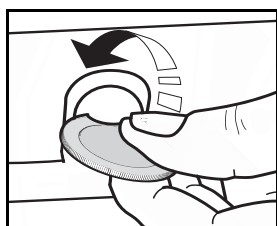

Fig.4
1. Fjern skruerne og skiverne til højre og venstre ved hjælp af en mønt eller et redskab (Fig.4).